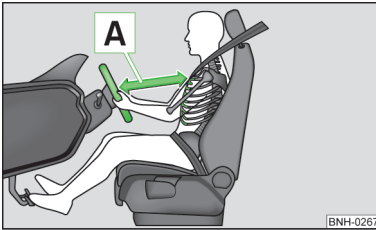

Abb. 87
- Das Lenkrad so einstellen, dass der Abstand zwischen Lenkrad und Brustbein mindestens 25 cm beträgt **A** » Abb. 87. Wenn Sie den Mindestabstand nicht einhalten, kann Sie das Airbag-System nicht schützen - Lebensgefahr!